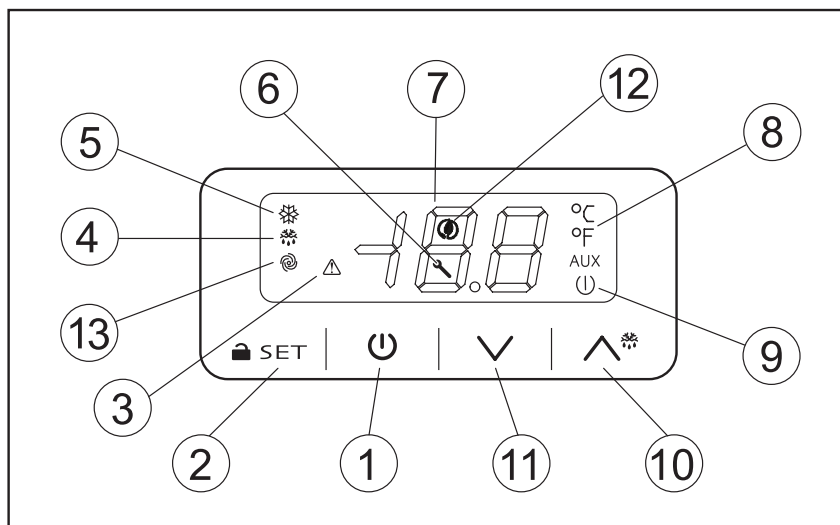

Fig.3
Sequenza d'avviamento (fig.3).
► Premere il tasto ON/OFF (1) per 4 secondi	Il display si accenderà e visualizzerà la temperatura dell'armadio
9.2.2 Modi d'arresto (fig.3)
► Premere il tasto ON/OFF (1) per 4 secondi	Il display si spegnerà mentre l'icona di presenza tensione (9) si accenderà .
9.2.3 Impostazione temperatura (fig.3)
9.2.4 Sbrinamento automatico e manuale (fig.3)
9.2.5 Blocco tastiera (fig.3)
9.2.6 Allarmi e segnalazioni (fig.3)